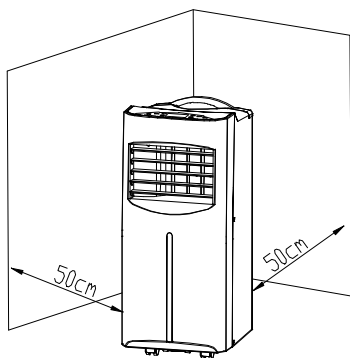

Fig. 1
- Il prodotto deve trovarsi ad una distanza di almeno 50 cm rispetto ad altri oggetti o ostacoli. Le aperture di scarico (2) devono essere rivolte verso la stanza. Si veda la fig. 1.